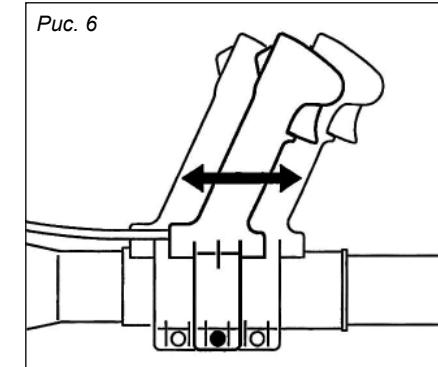

Рис. 6
– Выбирайте положение рукоятки таким образом, чтобы не приходилось тянуться и не напряглась рука во время работы (рис. 6). Рукоятка должна плотно лежать в руке.